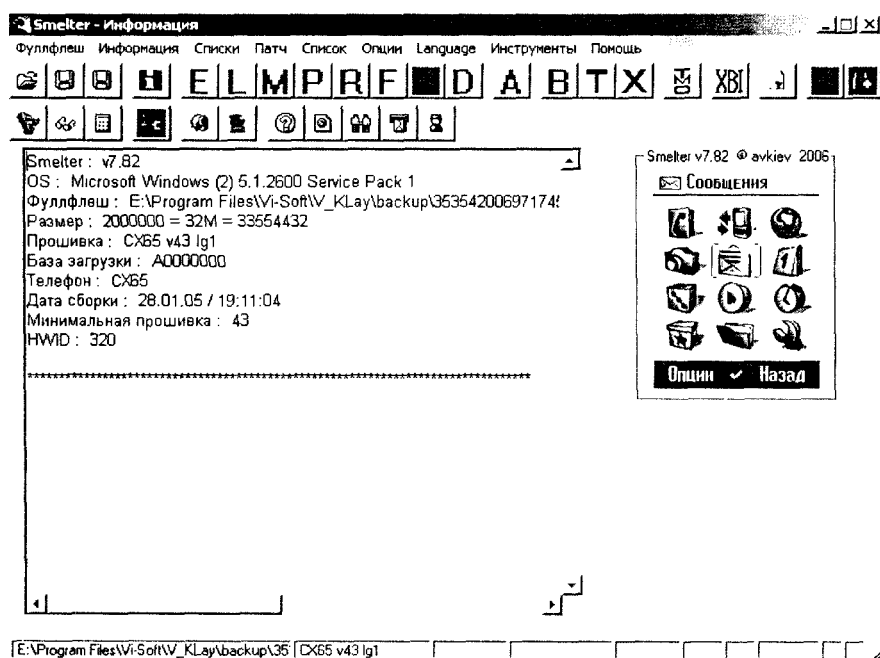

Рис. 1.2.1. Информация о телефоне, выводимая Smelter
2. Восстанавливают Firmware телефона с помощью сервисной прошивки (WinSwup). Минимальная версия прошивки, которую можно зашить в телефон, указана в его Bootcore. Данная информация может быть получена, например, при помощи программы Smelter (рис. 1.2.1). Однако для неработоспособного телефона 65-й серии, при отсутствии Boot-ключа, получить копию его Fullflash затруднительно. Поэтому в начале следует попытаться установить прошивку 25-й или более младшей версии, так как это упростит процедуру получения Boot-ключа. Если это невозможно, то можно поставить любую, например, 50-ю.